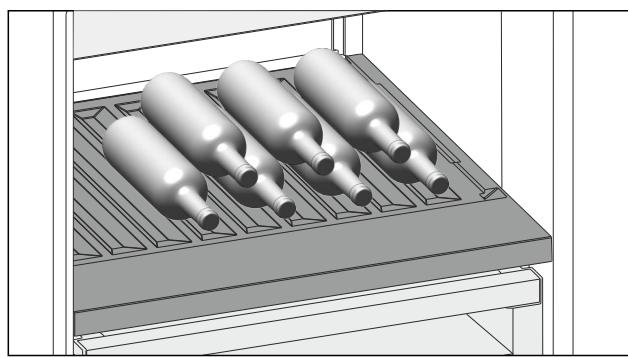

Fig. 99
- Steklenice vstavite z dnem proti zadnji steni aparata. (glejte Fig. 99)